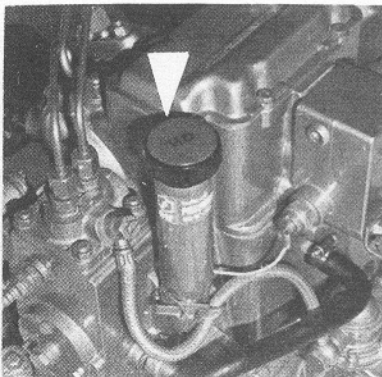

Fig. 11
- 1 - Dévisser le bouchon de remplissage Fig.11
- 6 - Remettre de l'huile neuve par l'orifice de remplissage (Fig. 11) en ayant soin de retirer la jauge
- 1 - Remove filter cap Fig. 11
- 6 - Refill with new oil through filler opening (Fig. 11) Replace filler cap